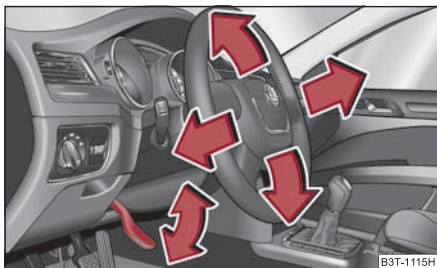

Fig. 132 Volan reglabil:
- Îndreptați maneta de sub volan ⇒ fig. 132, în jos ⇒ ⚠.